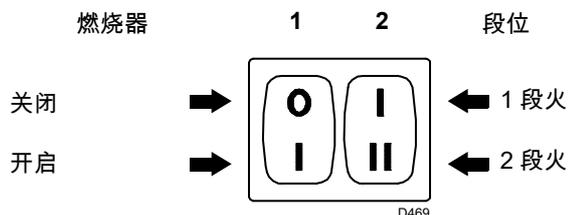

图 19
双管路系统 (图 19)
**14 bar:** 为了增大喷油量或确保环境温度低于 0°C 时的点火启动。调整油泵压力，可使用螺栓 5) (图 19 第 21 页)。